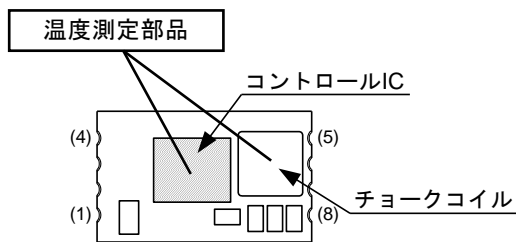

図 10
確実な冷却の為には実際の使用環境で測定することをお勧めします。特に実使用上の負荷が温度ディレーティングの最大値に近い場合は測定が必要です。ご使用の際には、部品温度は 120°C を超えないように注意してください。図 10 に温度測定部品を示します。
- ① 図 10 にて、コントロール IC 又はチョークコイルのいずれかの温度が 120°C に到達した時点の出力電流値
- ② コンバータの公称定格電流値